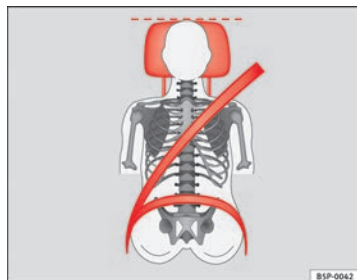
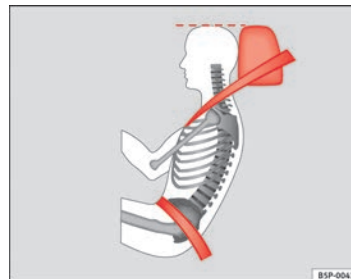

Fig. 90 Visto de frente:
Fig. 91 Visto de lado:
- Ajuste el apoyacabezas de modo que el borde superior del mismo quede a la misma altura que la parte superior de la cabeza, como mínimo a la altura de los ojos ⇒ fig. 90 y ⇒ fig. 91.